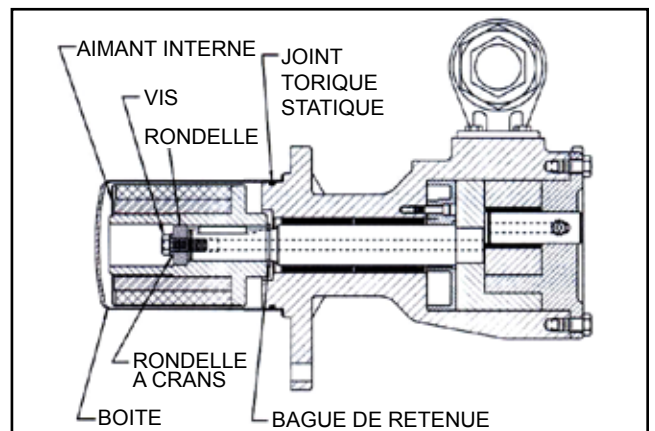

FIGURE 22
4. Insérez une barre de cuivre entre les dents du rotor par un des orifices et dévissez les vis qui maintiennent l'aimant interne sur l'arbre. (Voir Figure 22). Retirez la rondelle, la rondelle à crans et l'aimant interne de l'arbre. N'oubliez pas qu'il s'agit d'un aimant très puissant. S'il est nécessaire de démonter la pompe, retirez la bague de retenue interne.